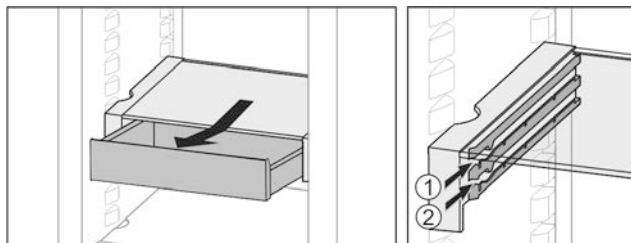

Fig. 20
- ▶ На любой высоте Fig. 20 (1) или Fig. 20 (2) вставьте.